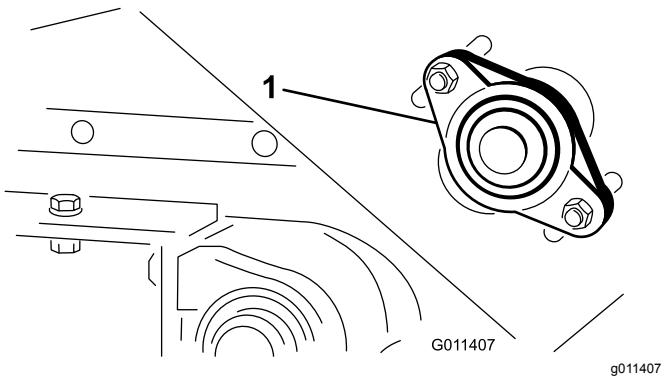

Figura 22
1. Allentate i dadi che fissano la sede del cuscinetto (Figura 22) al lato destro della macchina.